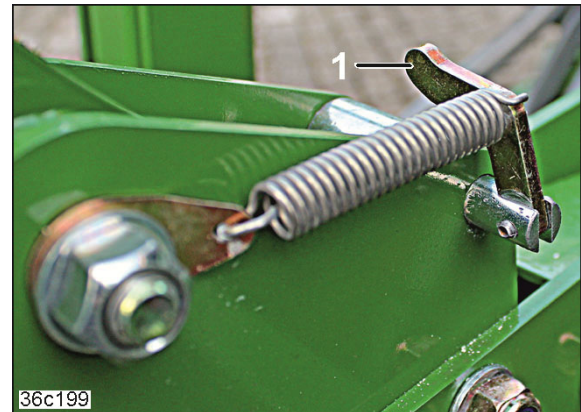

Fig. 204
3. Den Anfasser (Fig. 204/1) nach oben schwenken.